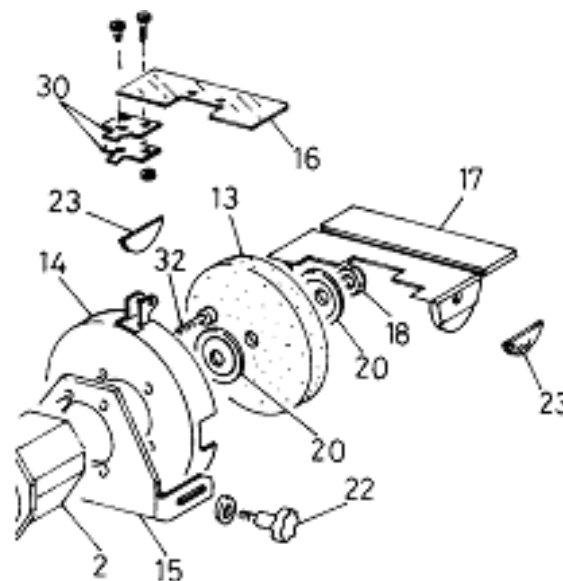

Figure 3
3. Retirer la table (17 fig.3) à l'aide des vis (22 fig.3).
5. Dévisser l'écrou de meule (18 fig.3) en utilisant une clé plate.
6. Démonter le flasque extérieur de meule (20 fig.3).
10. Remonter le flasque extérieur de meule (20 fig.3).
12. Remonter la table (17 fig.3).